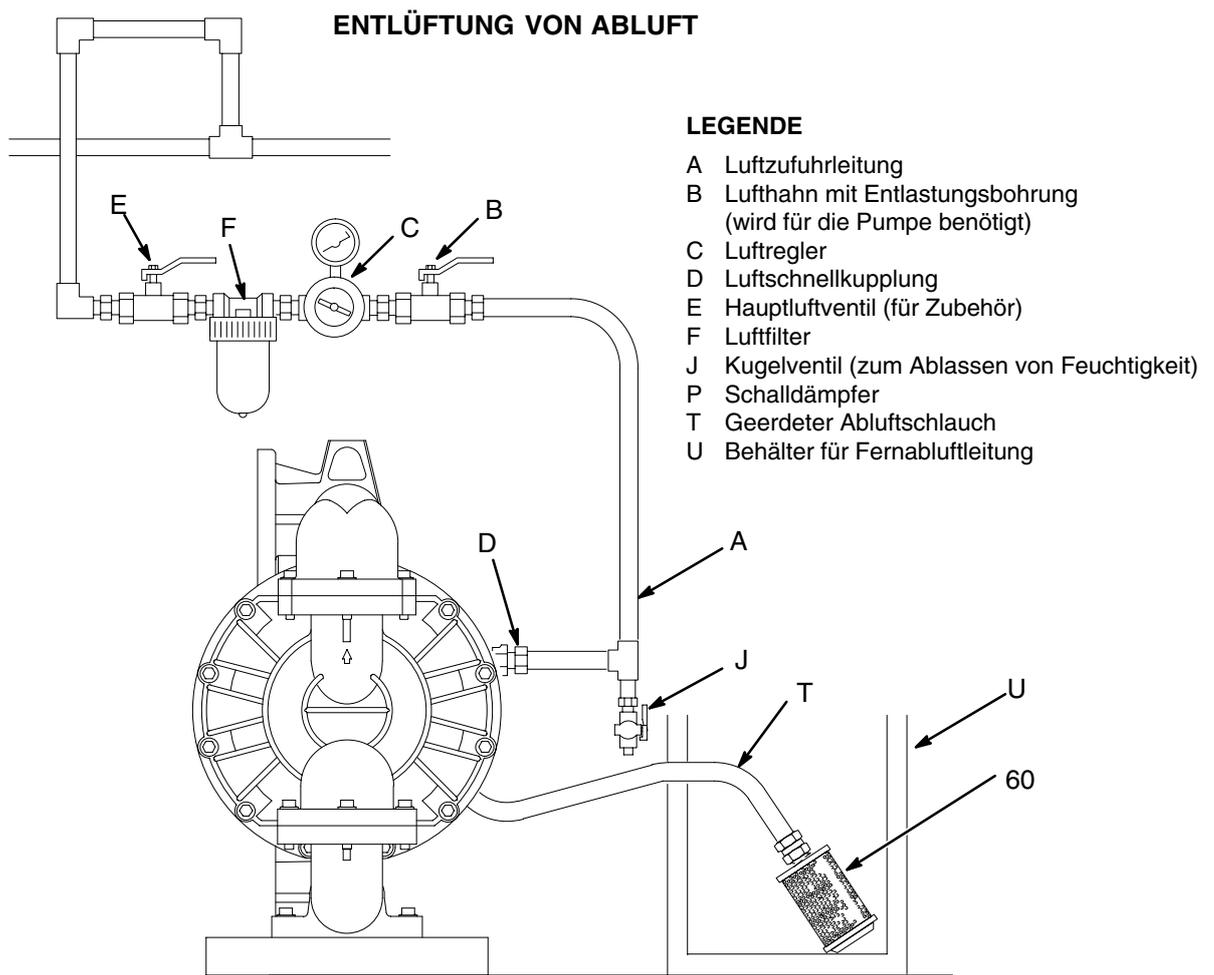

Abb. 3
1. Den Schalldämpfer (60) aus der Abluftöffnung in der Pumpe ausbauen.
2. Einen geerdeten Abluftschlauch (T) einbauen und den Schalldämpfer (60) an das andere Ende des Schlauches anschließen. Die minimale Größe für einen Abluftschlauch beträgt 25,4 mm ID x 1,5 m. Wenn ein längerer Schlauch erforderlich sein sollte, muss ein größerer Schlauchdurchmesser gewählt werden. Scharfe Biegungen oder Knicke im Schlauch vermeiden. Siehe Abb. 3.
3. Einen Behälter (U) an das Ende der Luftleitung stellen, um im Fall eines Membranrisses Material aufzufangen.